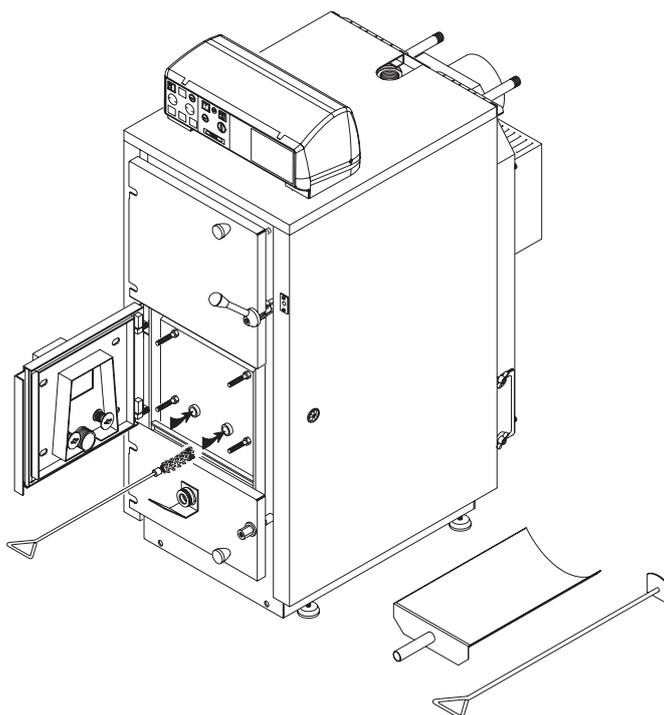

fig. 27
- 2) Vérifier que les deux orifices de passage de l'air secondaire qui débouchent dans les canaux formés par les 2 collecteurs ou barreaux en fonte, ne soient pas obstrués : dans ce cas, nettoyer au moyen d'un **écouvillon souple** chacun des orifices de passage après avoir ouvert la porte intermédiaire de distribution d'air et cela, comme indiqué sur la fig. 27.
Nettoyage de la distribution d'air primaire et secondaire (fig. 27).